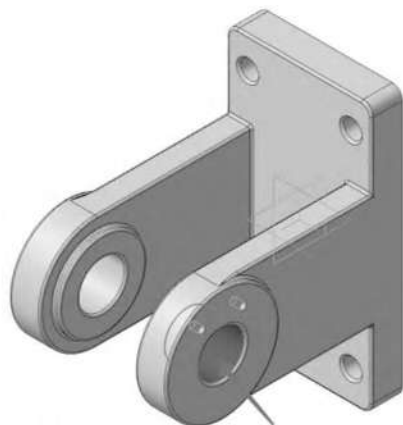

Рисунок 3.26. Указание элемента соосности в детали «Вилка»
2.3.6 В Окне модели укажите цилиндрическую поверхность Вилки (рисунок 3.26).